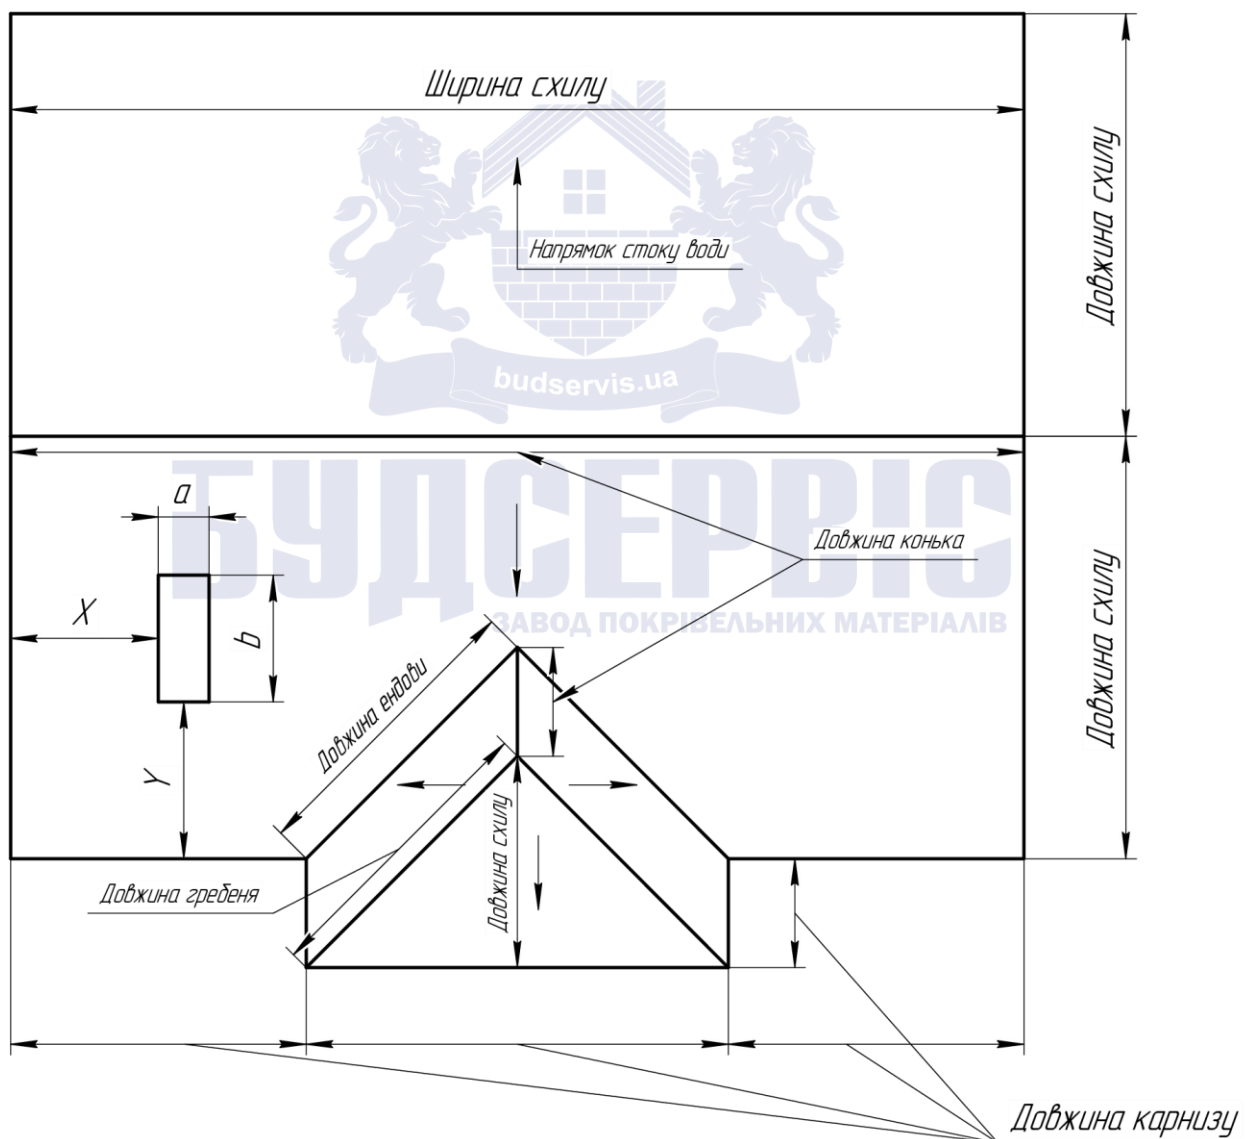

Рис.1 "Схема даху"
Для замовлення металочерепиці та її комплектуючих, необхідно надати схему даху (Рис.1) та перелік необхідних комплектуючих.
- Виконавець робіт або інженер компанії має накреслити схематичний вигляд даху, вид зверху (Рис.1)
- Всі прохідні елементи, такі як: вентиляційні канали, мансардні вікна та інше, схематично зображуються на плані даху з прив'язкою до схилу (X; Y) та їх розмірів (a; b), так як вказано на (Рис.1).